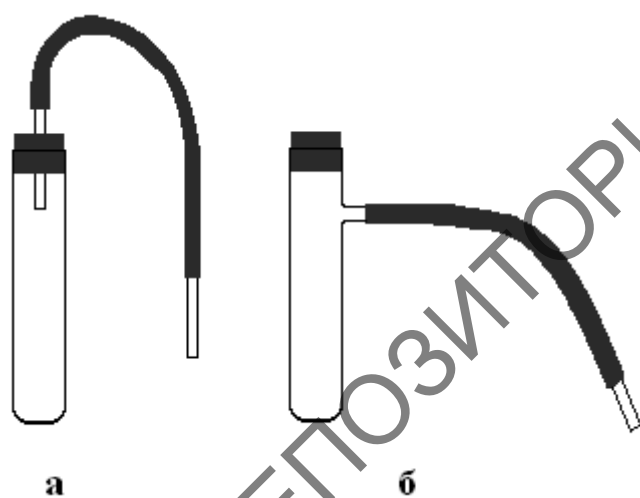

Рис. 3.1
Методика синтеза. Для получения небольших количеств газов используют одну из пробирок, изображенных на рис. 3.1. В пробирку помещают 1-2 кусочка цинка и приливают на 1/3 пробирки разбавленную соляную или серную кислоту (или 1-2 кусочка алюминия и концентрированный раствор гидроксида натрия соответственно) (1), сразу же плотно закрывают пробкой и помещают в штатив для пробирок.
изображенного на рис. 3.1. Сравните скорость изменения цвета раствора в пробирках. Объясните разницу в скорости изменения цвета (4).
5. Восстановление водородом оксида меди (II). В сухую пробирку поместите немного оксида меди (II) и закрепите пробирку в лапке штатива в слегка наклонном положении с несколько приподнятым дном. Водород, идущий из прибора (рис. 3.1), проверьте на чистоту, как описано выше. Убедившись в чистоте водорода, газоотводную трубку от пробирки, в которой получают водород, поместите в пробирку с оксидом меди и пропускайте водород над оксидом меди (II) сначала при комнатной температуре, а затем подогревая пробирку с оксидом меди (II) в пламени спиртовки.